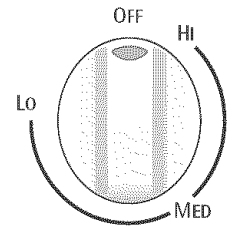

Figura 1
1. Para ajustar el control, oprima y gire la perilla. Las temperaturas son aproximadas y se han designado como 'HI' (Alta), 'MED' (Mediana) y 'LO' (Baja) (Figura 1). Sin embargo, el control puede ser ajustado en cualquier posición entre 'HI' y 'LO' para diferentes niveles de calentamiento.